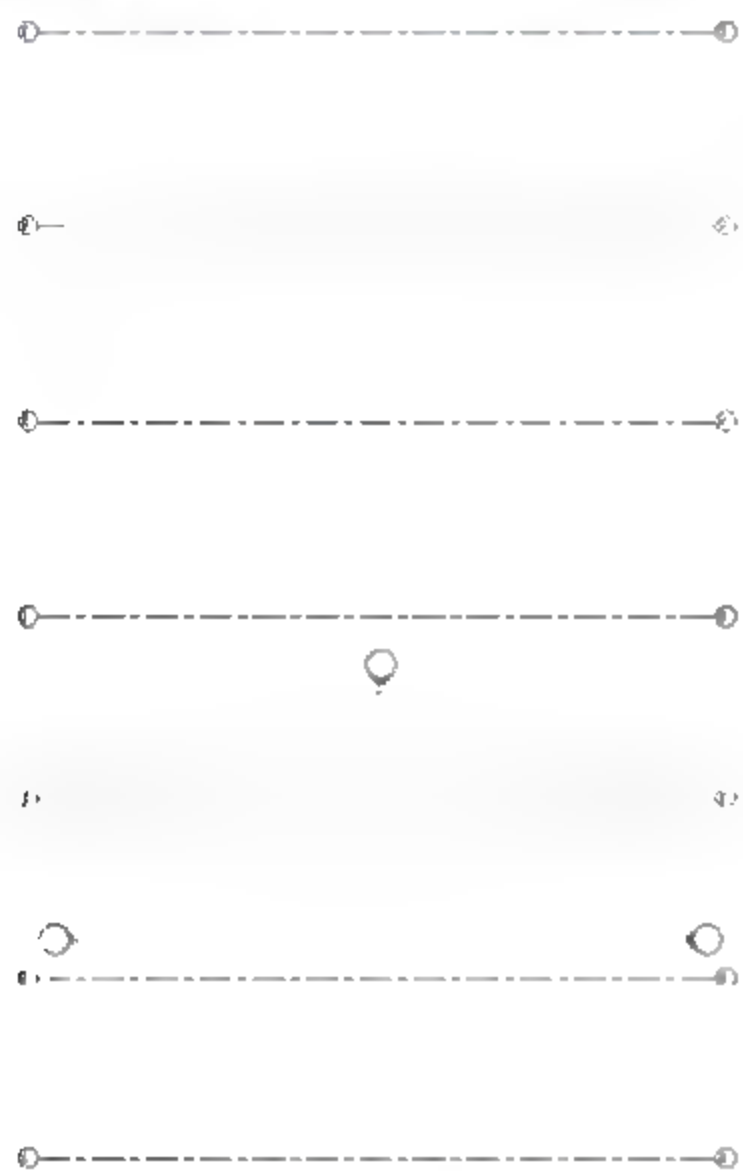

图 1.3.8 完成阵列
(6) 阵列轴线 2。选择第 (5) 步已经绘制完成的 D 轴线，按快捷键 **A+R**，取消“成组并关联”的选择，“项目数”设为 4，“移动到”选“第二个”单选按钮，选中“约束”复选框，将光标向上移动，输入数值 8100，如图 1.3.7 所示。按 **Enter** 键，完成对轴线的阵列，系统会以 8100mm 为间距，再生成 3 个轴线，如图 1.3.8 所示。